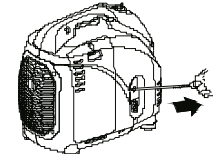

Рис. 18
**е)** Медленно потяните за ручку стартера до появления сопротивления. Верните ручку в исходное положение и затем, прочно зафиксировав генератор, быстро и сильно потяните за ручку. При первом запуске проделать эту процедуру несколько раз, чтобы топливо попало в карбюратор (модели 2000i, 2700i, 3000i(iL) (Рис. 18).